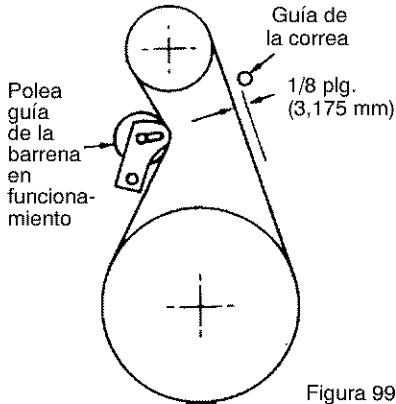

Figura 99
3. Mida la distancia entre la guía de la correa y la correa. La distancia debe ser de 1/8 de pulgada (3,175 mm) para la guía. (Figura 99).